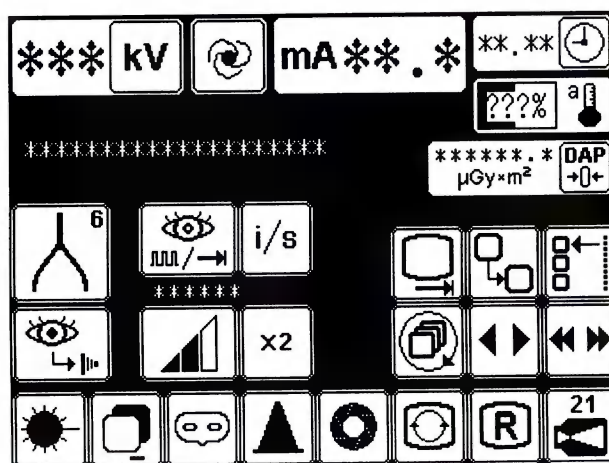

Рисунок 39
8.1.7 На дисплее отобразится окно рентгеноскопии (см. рисунок 39) с: